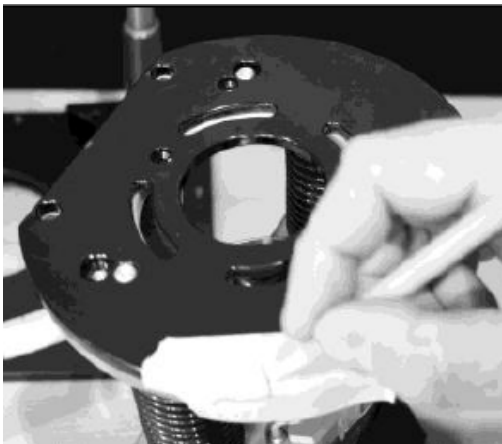

Abbildung 34
2. Drehen Sie die Fräse auf den Kopf und übertragen Sie die Markierungen auf die Bodenplatte (s. Abb. 34).